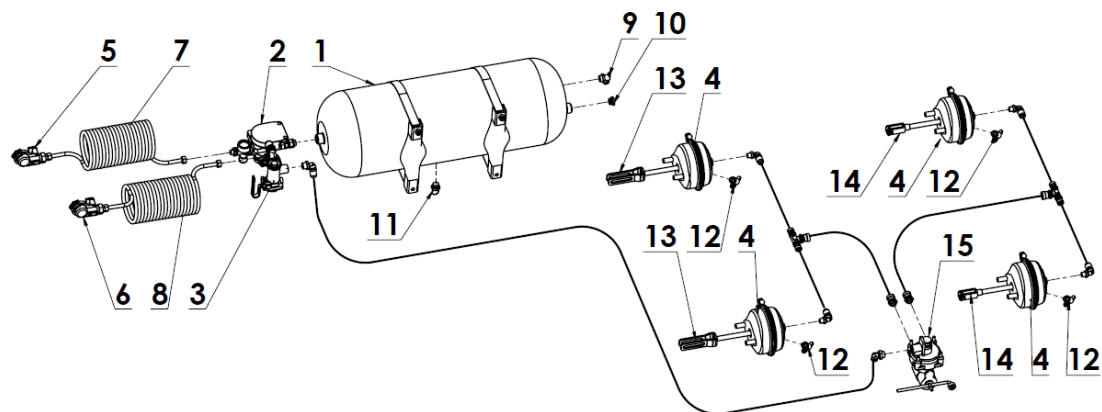

Рисунок 7-й 2-проводная пневматическая тормозная система с клапаном ALB:
- двухпроводная пневматическая система с ALB (рисунок 7),